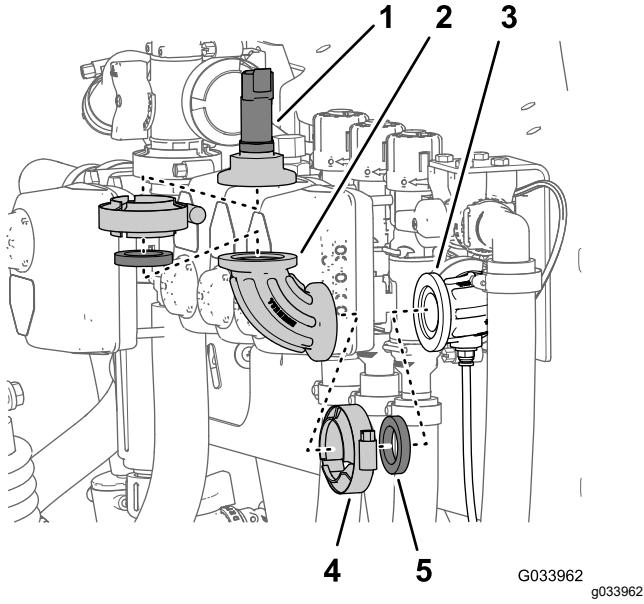

Figure 38
2. Retirez le collier à bride qui fixe le transducteur de pression au raccord à 90° et déposez le transducteur, le joint et le collier à bride (Figure 38).
tube de détection, et déposez le raccord à 90°, le joint et le collier à bride (Figure 38).